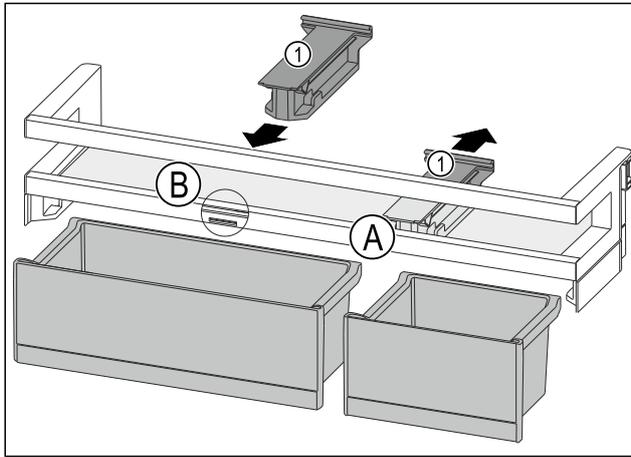

Fig. 91
- ▶ 将定位件 Fig. 91 (1) 向后拉至位置 Fig. 91 (A)。
- ▶ 将定位件 Fig. 91 (1) 插入至位置 Fig. 91 (B)。